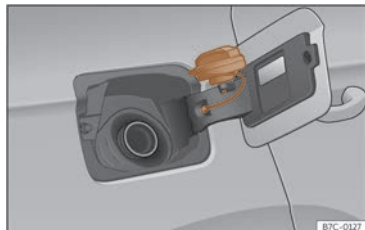

Abb. 176 Tankklappe mit aufgestecktem Tankverschluss.
• Platzieren Sie den Verschluss in der Aussparung, die sich im Scharnier der geöffneten Tankklappe befindet >>> (Abb. 176).